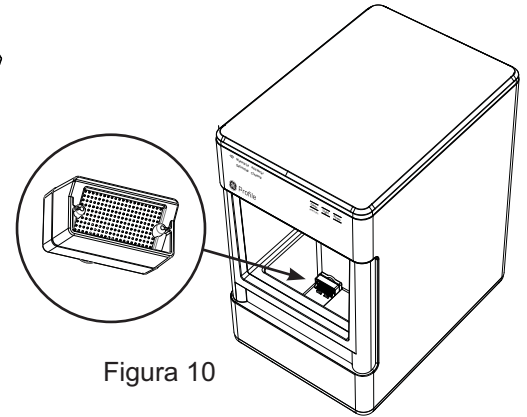

Figura 10
- Desinstale todos los filtros accesorios y vuelva a colocar la malla que está incluida con la unidad. (Figura 10)